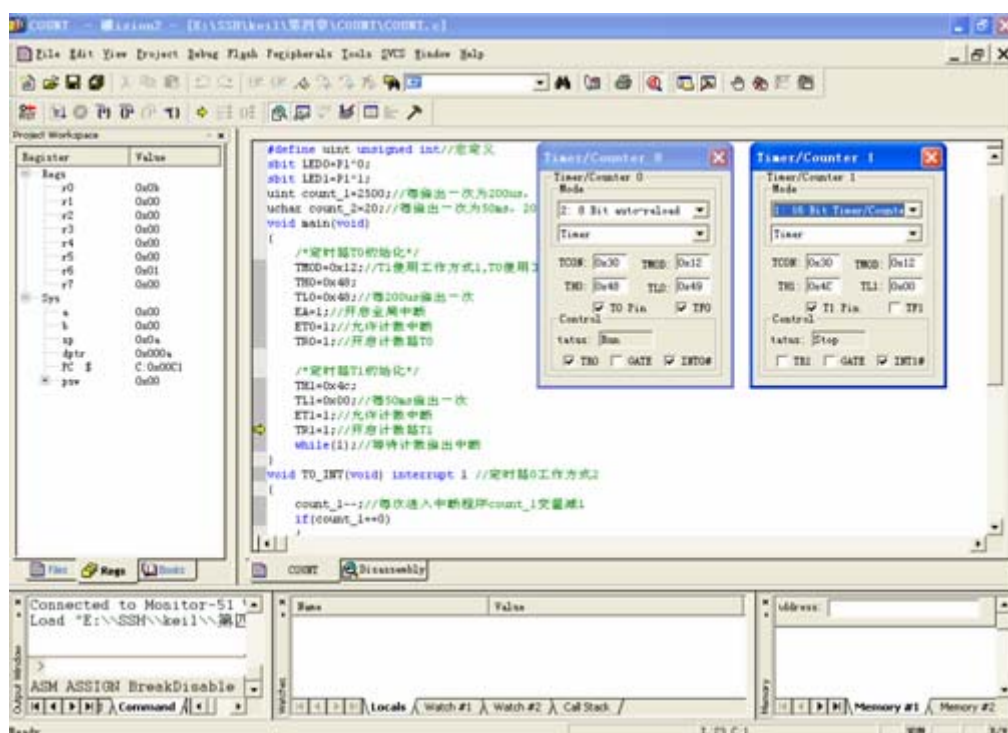

图 4-27
5. 在菜单 peripherals/timer/点击出, 如图 4-27 的功能框, 它是定时器/计数器 0 与定时器
/计数器 1 的功能信息对话框, 在里面可以清楚地看到定时器的运行情况。用  进行调试, 观察当黄色光标在主程序中执行每一条语句时, 在图 4-27 中的信息对话框中对应的变化。